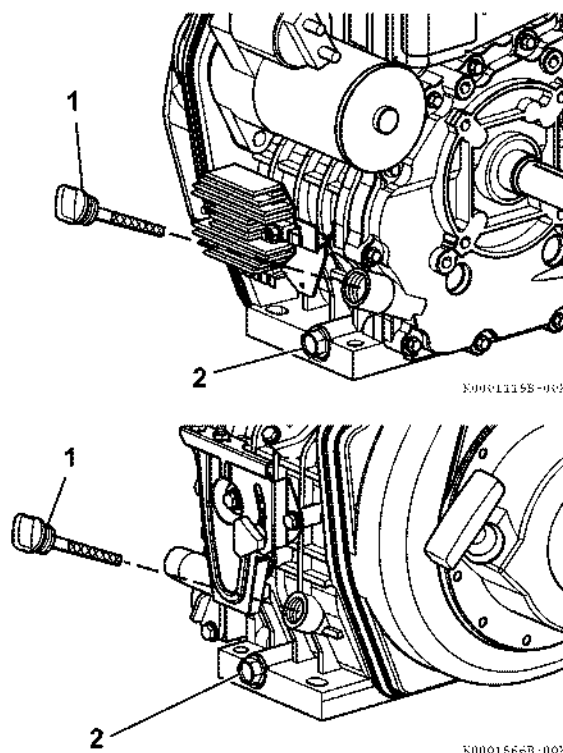

Рис. 65
5. Снимите пробку с одного из сливных отверстий картера, сливные отверстия расположены в нижней части блока цилиндров (Рис. 65, (2)). Слейте масло.
6. Снимите крышку маслозаливной горловины/масляного щупа (Рис. 65, (1)), чтобы масло быстрее стекло.
7. После того как масло слили, установите пробку сливного отверстия на место (Рис. 65, (2)) и затяните с крутящим моментом затяжки (19,6 - 23,5 N·m, 2,0 - 2,4 kgf/m).